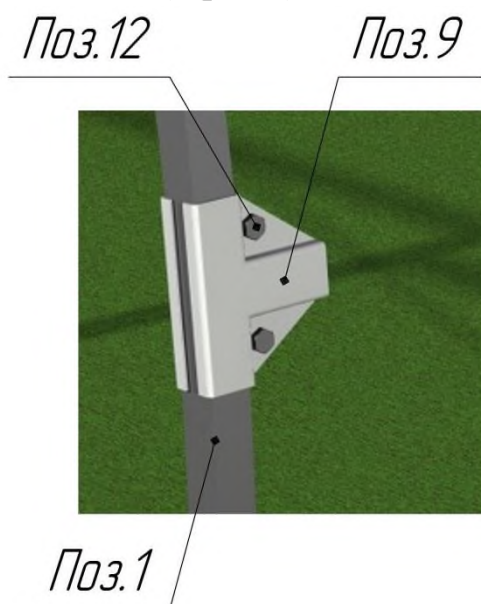

Рис.8 Монтаж крепления-спайдер «Т-образного»
5. Закрепить на торец с форточкой и дверью (**Поз.1**) крепление-спайдер «Т-образный» (**Поз.9**) (не затягивать) (рис.8).